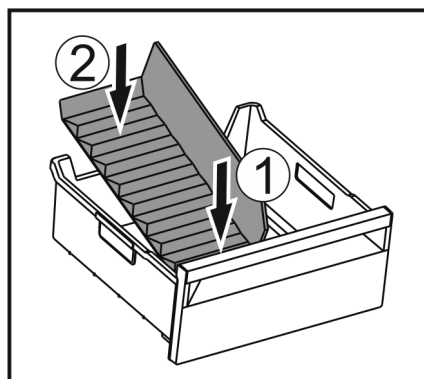

Fig. 171
- ▶ Vstavite sprednji del pregrade predala za led. Fig. 171 (1)
- ▶ Zadnji del pregrade predala za led spustite do dna predala. Fig. 171 (2)